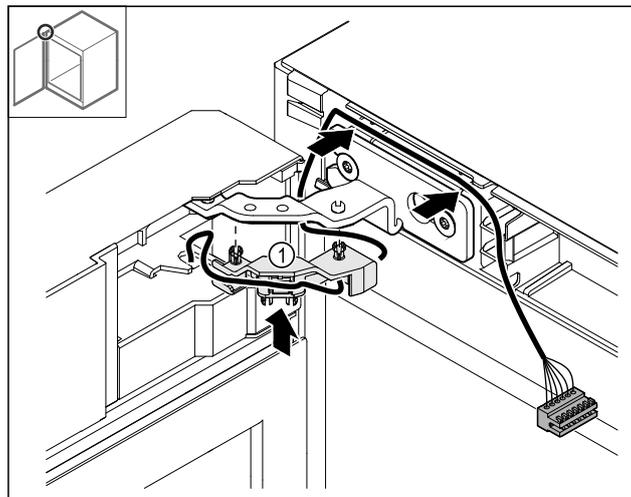

Fig. 51
- ▶ Kabelhalterung Fig. 51 (1) ins Scharnier drücken.